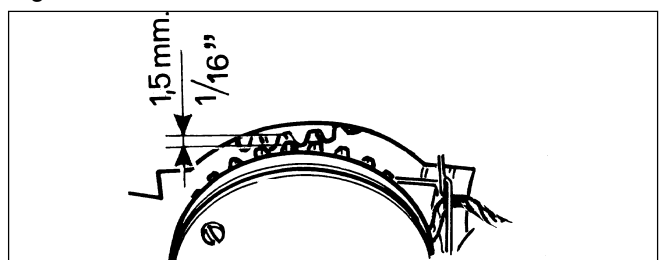

Fig. 18
- Lorsque la corde ne rentre pas, contrôler l'arrêt du ressort; s'il glisse, bloquer la vis centrale (3). Si l'axe central est desserré, remplacer la patte (11).
- Lorsque le pignon ne s'enclenche pas, contrôler la distance entre le pignon et la denture du volant, distance qui ne doit pas être supérieure à 1,5 mm. (voir Fig. 18). Pour régler cette distance, desserrer les vis de fixation et définir la distance correcte, puis bloquer la vis. Si le ressort frein est détendu, le remplacer et contrôler son action de freinage sur l'engrenage.
La distance entre la denture du pignon et la denture du volant doit être de 1,5 mm; c'est pour cette raison que les orifices sur la patte de fixation ont été agrandis pour permettre ce réglage (Fig. 18).